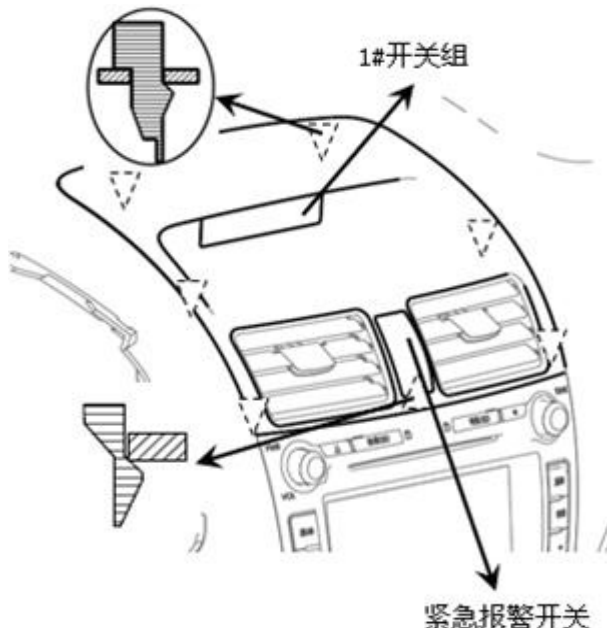

图 4.1.5.1 仪表板中盖板总成的拆卸和安装态
- 2、用手从左右两边捏住中盖板，缓慢往上拔，直至图4.1.5.1中所示的7处卡脚全部拔出。将中盖板提起，拔掉紧急报警开关的接插件，再将仪表板中盖板总成完全取出。